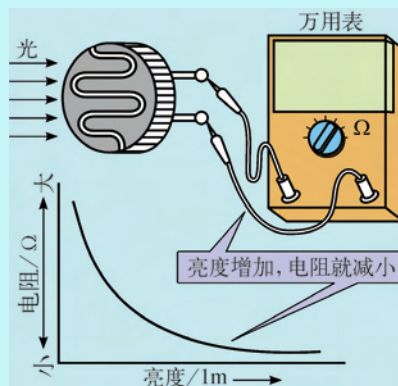

图 3.18 测定光敏电阻的特性
请同学们按照图3.18所示的电路进行试验，测量CdS光敏电阻的特性。具体步骤如下：
1. 按图3.18将CdS光敏电阻接入电路，并测量其电阻值。